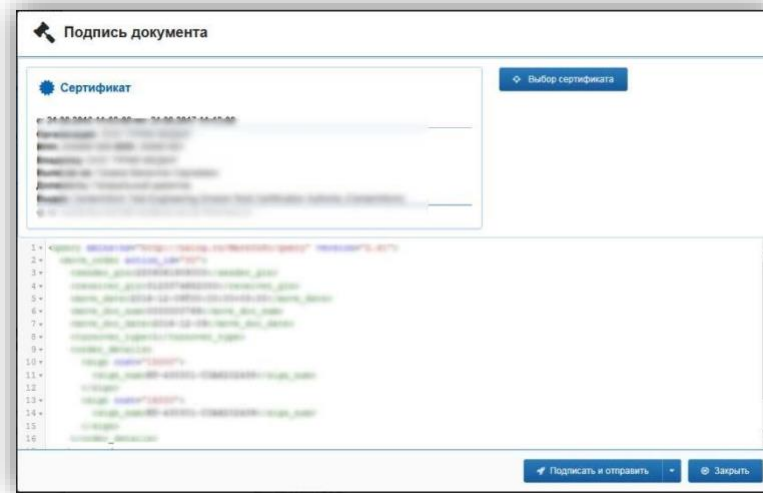

Рисунок 136 – Подпись документа
- В окне «Подпись документа» выберите сертификат для подписи и нажмите кнопку «Подписать и отправить» (рис. 136).